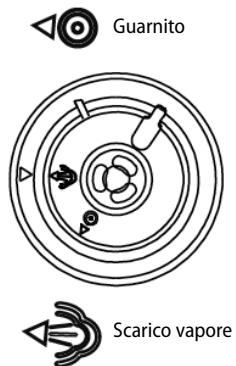

fig. 2
2. Posizionare il bicchiere di raccolta condensa (9), si veda la
3. Predisporre il coperchio a pressione (3), si veda la fig. 2.
- Tirando lo sporto sulla parte bassa del coperchio si stacca il riparo protettivo con la guarnizione montata (6). La guarnizione (6) è rimovibile per essere pulita. Assicurarsi che la guarnizione (6) non sia danneggiata o rotta. Se la guarnizione risulta danneggiata va sostituita. Assicurarsi che la valvola galleggiante (5) sia pulita e si muova liberamente.
5. Prendere in mano il coperchio a pressione (3), girare la maniglia nel senso orario e muovere il coperchio verticalmente verso l'alto.
6. Estrarre il recipiente interno (12). Il volume totale degli alimenti e dell'acqua non dovrebbe superare 2/3 del volume del recipiente interno.
7. Assicurarsi che la superficie interna del copro dell'apparecchio (13) sia asciutta e posizionare il recipiente interno (12) nel corpo dell'apparecchio (13).
8. Montare il coperchio a pressione (3), ruotare la maniglia nel senso antiorario sino a sentire uno scatto. In quel momento il coperchio è posizionato correttamente.
9. Si fa presente che per il funzionamento corretto della pentola la valvola pressione (4) deve muoversi liberamente.